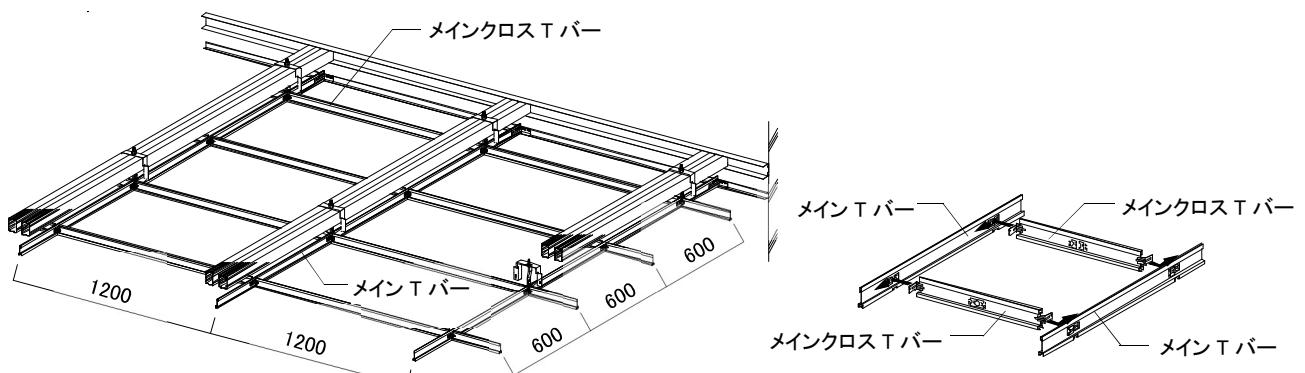

図2-6-2 メインクロスTバーの設置
- ② メインクロスTバーをメインTバーにジョイントする。(図 2-6-2 参照)